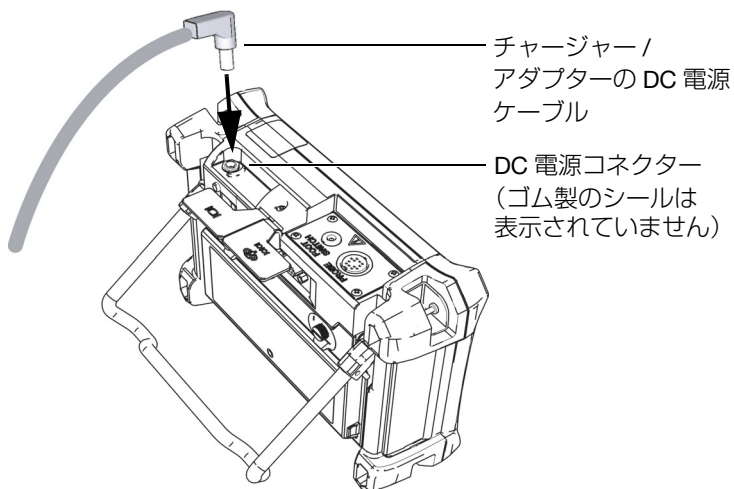

図 1-9 DC 電源プラグの接続
3. チャージャー / アダプターの DC 出力電源ケーブルを Magna-Mike 8600 上部にある DC 電源コネクタに接続します（24 ページ図 1-9 参照）。